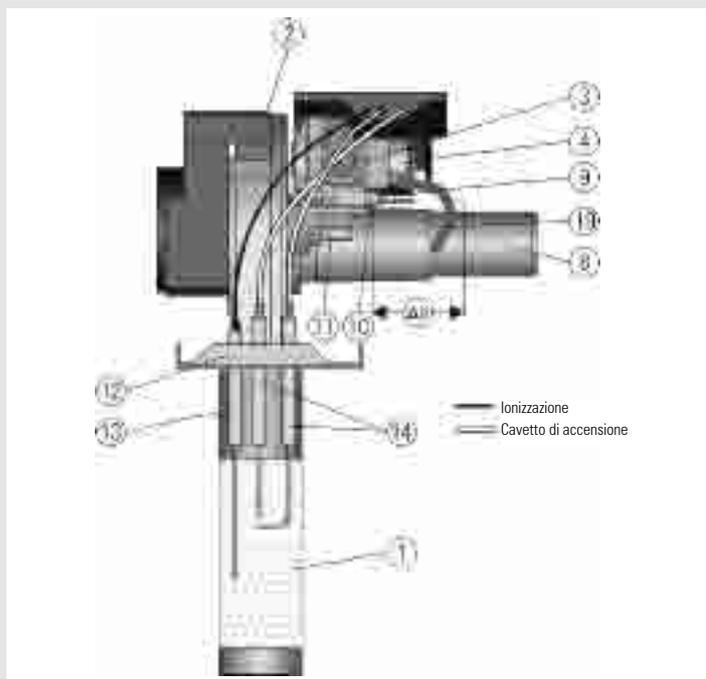

Fig. 4.3: bruciatore a gas
- superficie a torcia (**pos. 1 in fig. 4.3**)
- Regolazione di sicurezza per il gas (**pos. 3 in fig. 4.3**) con filtro gas integrato e valvole magnetiche.
- flangia del bruciatore (**pos. 12 in fig. 4.3**)
- gruppo elettrodi con elettrodi di accensione ed elettrodo di ionizzazione (**pos. 13/14 in fig. 4.3**)
Al centro del foro Venturi si crea una depressione relativa al volume dell'aria di combustione affluente (**pos. 8 in fig. 4.3**). In questo modo il gas, la cui pressione viene azzerata dal regolatore di pressione nulla che fa parte della regolazione miscela aria/gas (**pos. 4 in fig. 4.3**), viene aspirato nel centro del foro Venturi e poi portato alla superficie del bruciatore dal sistema di ventilazione (**pos. 2 in fig. 4.1**) che provvede contemporaneamente a miscelarlo con la quantità di aria necessaria per una combustione ottimale. Grazie a questo sistema il bruciatore reagisce ad ogni variazione nel flusso dell'aria adattando l'afflusso del gas.
Il bruciatore è regolato dall'azienda per un tipo di gas (vedi adesivo sulla caldaia). Dopo l'avviamento di collaudo il bruciatore deve essere regolato nel funzionamento spazzacamino con l'ausilio di un misuratore dei gas di scarico su circa 9,8% CO₂. A bruciatore acceso e con la caldaia calda deve essere regolato l'eccesso di aria dalla vite regolatrice del gas (**pos. 11 in fig. 4.3**). Girando verso sinistra aumenta l'afflusso di gas. Girando verso destra diminuisce l'afflusso di gas.